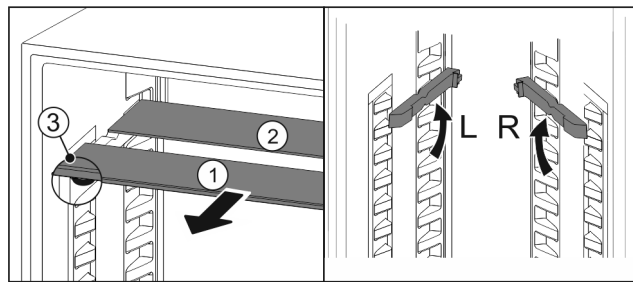

Fig. 94
- Trekk glassplatene enkeltvis fremover og ut Fig. 94 (1).
- ▷ Glassplate Fig. 94 (1) med pyntelist ligger foran.
- ▷ Stoppere Fig. 94 (3) peker nedover.